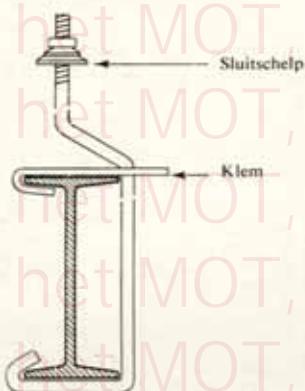

Fig. 17
Haak D (fig. 17 en 18)
*Opmerking.* — Wanneer, bij bevestiging op ijzeren spantwerk, de haak D zich op de vastgestelde plaats bevindt, met een hamerslag de klem omplooien (fig. 17, 18 en 29), waardoor de haak definitief aan de balk bevestigd wordt.